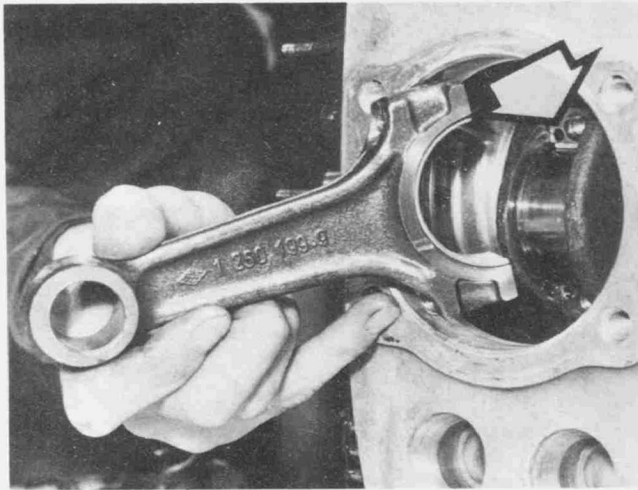

Bild 85
- Die Kurbelwelle in OT-Stellung bringen und die Pleuelstangen auf ihren jeweiligen Hubzapfen montieren. Beide Pleuelstangen des Motors müssen das gleiche Gewicht oder die gleiche Farbkennzeichnung haben. Die Pleueldeckel-Fixierstifte müssen zur Vorderseite des Motors liegen (Bild 85).